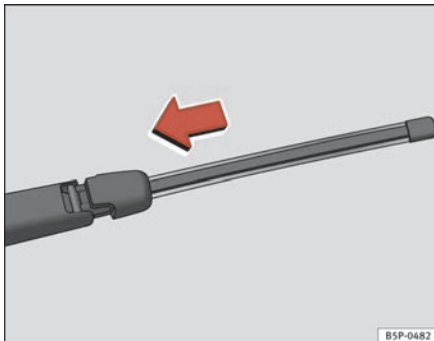

Abb. 164 Heckwischerblatt einsetzen
- Richten Sie das Wischerblatt wie in ⇒ Abb. 164 aus und verschieben Sie den Adapter, bis er einrastet.